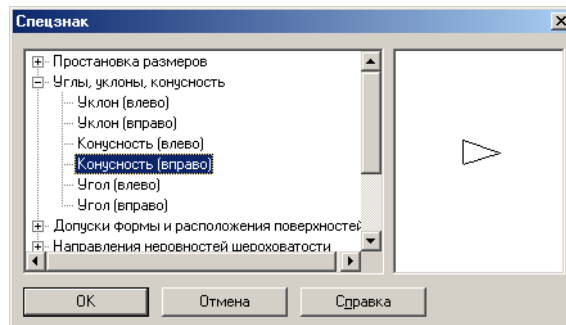

Рис. 54
- в диалоговом окне выделите строку **Конусность (вправо)** (рис. 54) и щелкните ОК;